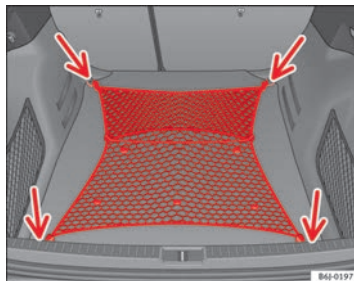

Fig. 98 Rede para bagagem esticada
- Fixe a rede de bagagem às quatro argolas -setas- ⇒ Fig. 98.